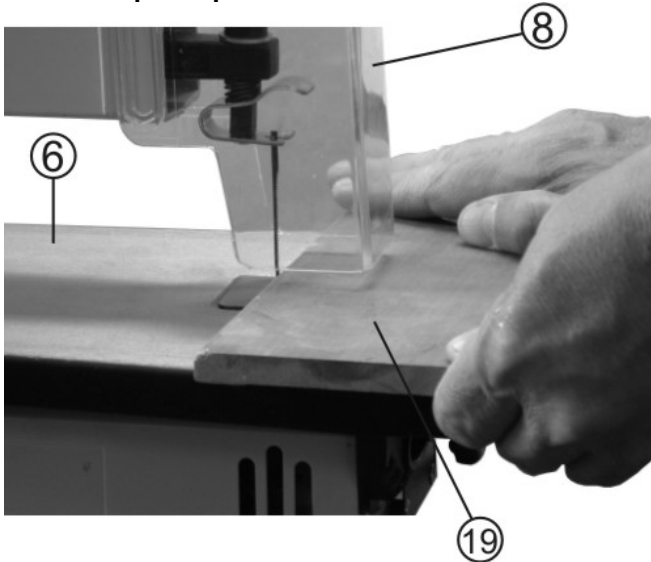

Рис. 7
- 11.1.3. Убедитесь, что ограждение пильного полотна (8) опущено, а рабочий стол (6) не загроможден инструментами или другими предметами, Рис.7.
- 11.1.4. Используйте заготовку (19) при регулировке ограждения пильного полотна для корректировки высоты, Рис.7. Ограждение пильного полотна должно находиться как можно ближе к заготовке, не касаясь ее.
- 11.1.7. Двумя руками осторожно положите заготовку (19) на рабочий стол (6), Рис.7.
- 11.1.8. Прижмите заготовку (19) к рабочему столу (6) и медленно подавайте ее на пильное полотно, Рис.7.